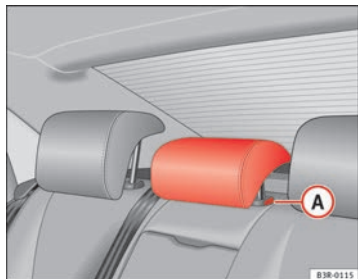

Abb. 113 Mittlerer Fondsitz: Kopfstützen
- Drücken Sie den Knopf **A** ⇒ Abb. 113 und führen Sie die Kopfstütze nach unten.
- Drücken Sie auf die Taste **A** ⇒ Abb. 113 und ziehen Sie gleichzeitig die Kopfstütze heraus.